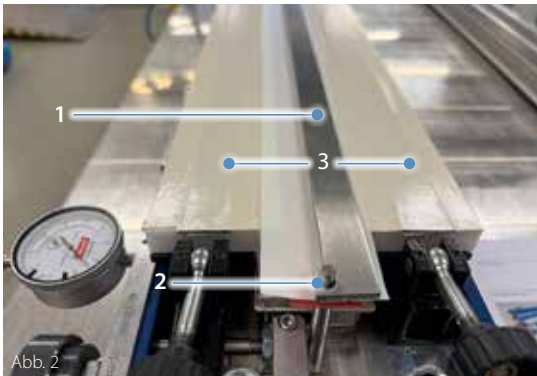

Abb. 2
- Reinigen Sie die Einrichthilfe (1) und setzen Sie diese auf die Zentrierbolzen (2). (Abb. 2)
- **Bei FLT-Bändern:** Bekleben Sie die Inlays über die volle Länge und Breite mit doppelseitigem Klebeband (3). (Abb. 2)
– Reinigen Sie das erste Bandende (4) und zentrieren Sie es mittig über die Pressenbreite. Fixieren Sie es mit dem Bandhalter vor.
– **Nur für FLT und CD-Produkte:** Drücken Sie nun das Bandende an die Kante der Einrichthilfe (1). Achten Sie darauf, dass sich die Einrichthilfe dabei nicht verbiegt. (Abb. 2).